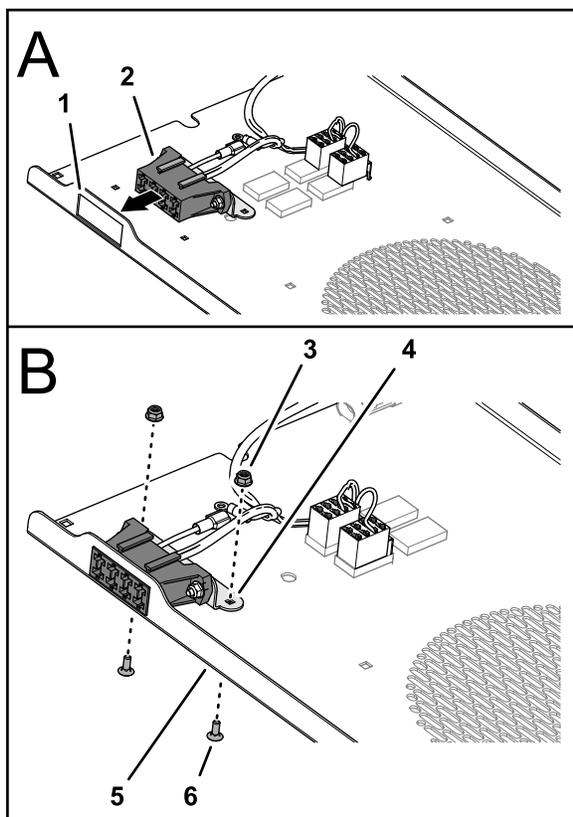

Рисунок 7
- Установите так, чтобы монтажные выступы блока предохранителей были сверху, и вставьте блок предохранителей в прямоугольное отверстие панели переключателей, как показано на Рисунок 7.
3. Совместите квадратные отверстия в узле крепления блока предохранителей с квадратными отверстиями в панели переключателей (Рисунок 7).
4. Установите крепление блока предохранителей на панель переключателей (Рисунок 7) с помощью 4 каретных болтов (№ 10 x ½ дюйма) и 4 фланцевых контргаек (№ 10).